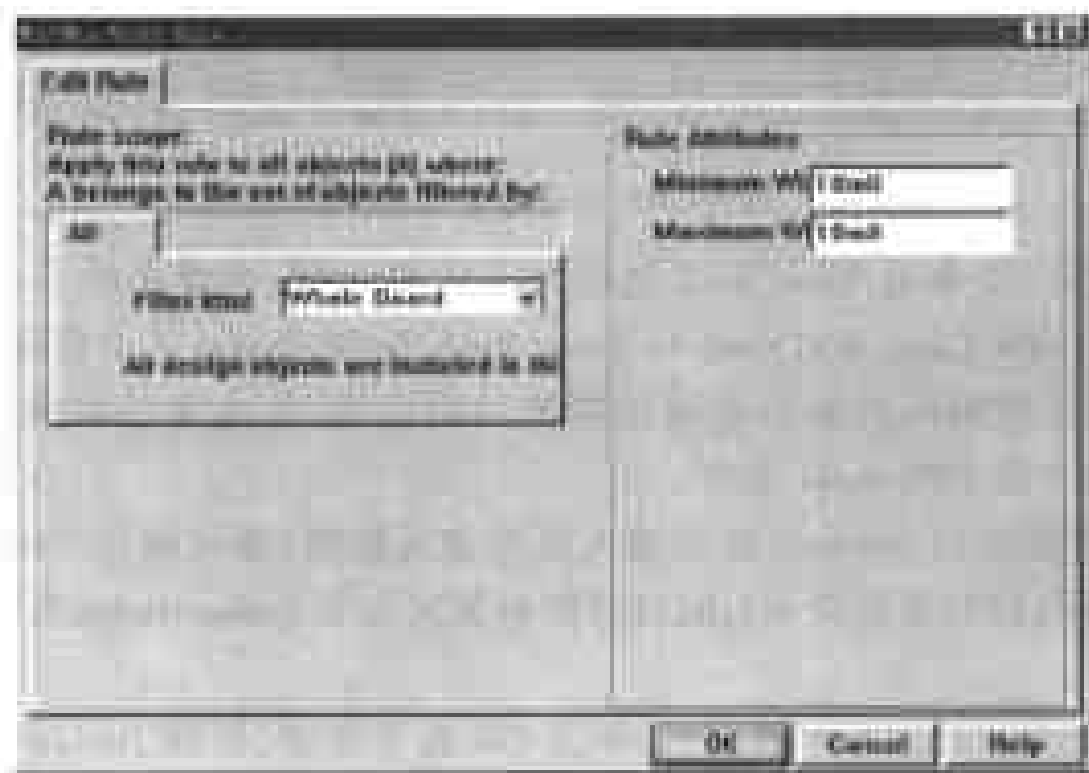

图 9-16 设置走线粗细的对话框
(3) 在对话框底部单击 Add 命令按钮, 弹出如图 9-16 所示的对话框, 供用户设置新的走线粗细的规则。